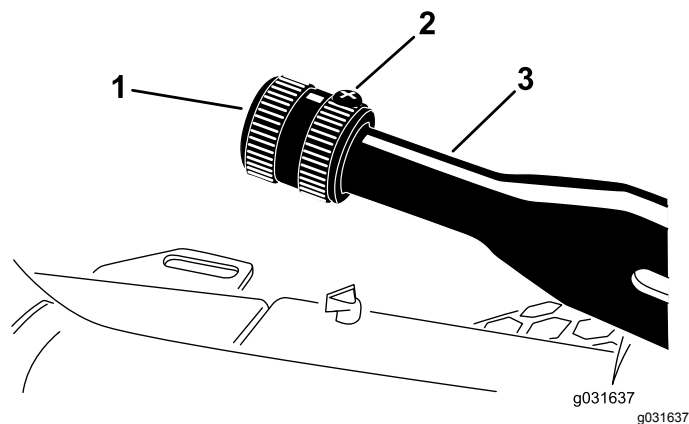

Рисунок 58
1. Ослабьте установочный винт, который крепит рукоятку к рычагу стояночного тормоза (Рисунок 58).